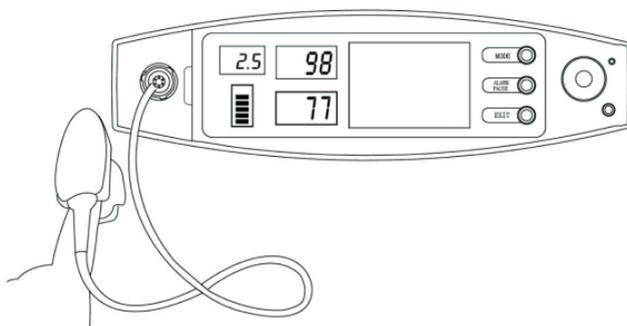

Figura 4. Esquema para la colocación del dedo
- 🔔 El dedo debe colocarse correctamente (véase la figura 4 adjunta), ya que una instalación incorrecta o una posición de contacto inadecuada para el sensor influirá en la medición.
Colocar el dedo en la sonda tal y como muestra la Figura 4.
(La apariencia de la sonda real puede ser diferente a la mostrada en la figura 4, por favor consulte la sonda real)